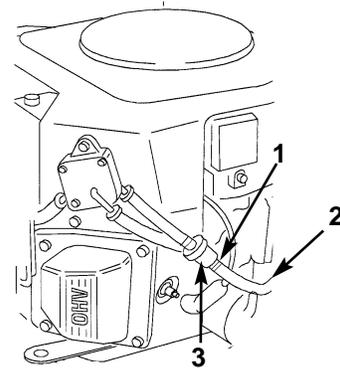

**Figure 27**
2. Fermer le robinet d'arrêt de carburant au réservoir de carburant (Fig. 27).
7. Ouvrir le robinet d'arrêt de carburant au réservoir de carburant (Fig. 27).